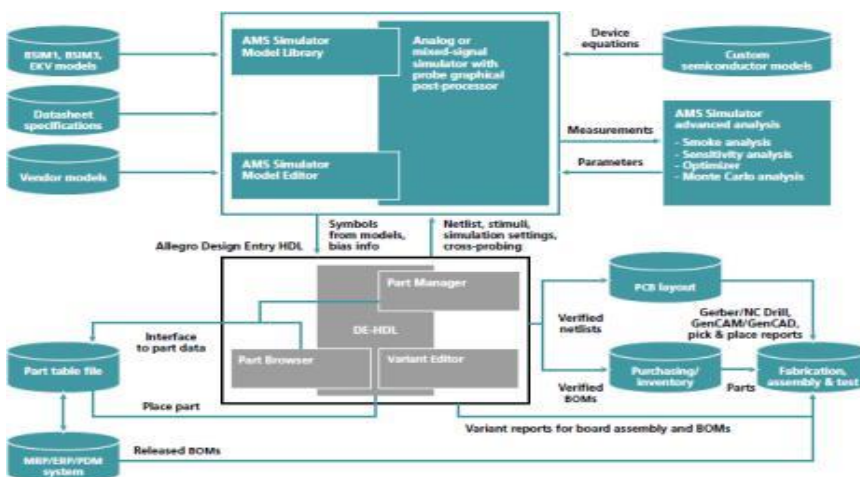

图1：Cadence PCB设计仿真技术
**Cadence OrCAD® Capture** 紧密集成，同时该仿真技术也可以在强大的协同仿真环境（**SLPS**）中与 **MathWorks** 的 **Matlab Simulink** 软件包链接。（见图 1）